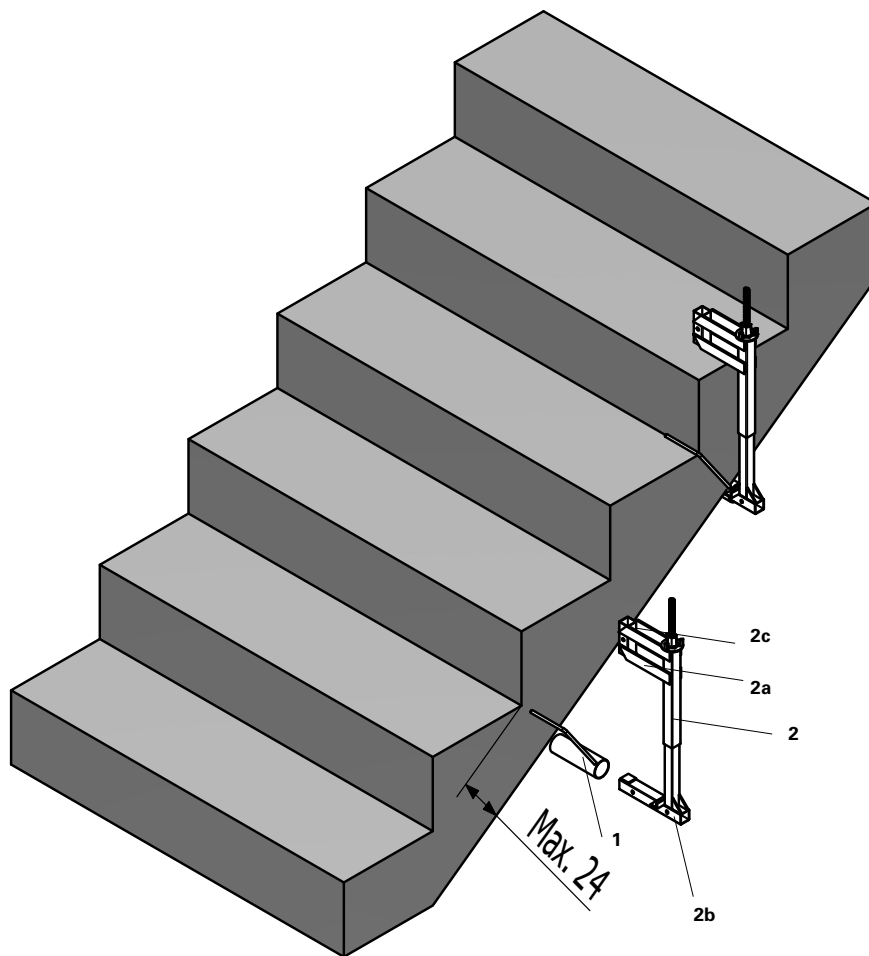

Fig. A4.02
- Spessore soletta della scala: ≤ 24 cm (Fig. A4.02)
1. Spingere l'attacco laterale per scala (1) sopra la struttura. Il tubo a sezione rotonda dell'attacco laterale per scala deve essere posizionato sul lato opposto della scala. (Fig. A4.02)
2. Spingere la morsa 600 / morsa 600 Double (2) sopra la struttura. Accertarsi che il sostegno angolare (2b) della morsa si infili nel tubo a sezione rotonda dell'attacco laterale per scala. (Fig. A4.02)
4. Inserire il montante parapetto (3) nel tubo rettangolare (2a) della morsa, vedere Sezione A5. (Fig. A4.02)
5. Montare il grigliato di protezione PMB S (4), vedere Sezione A6 (Fig. A4.02)